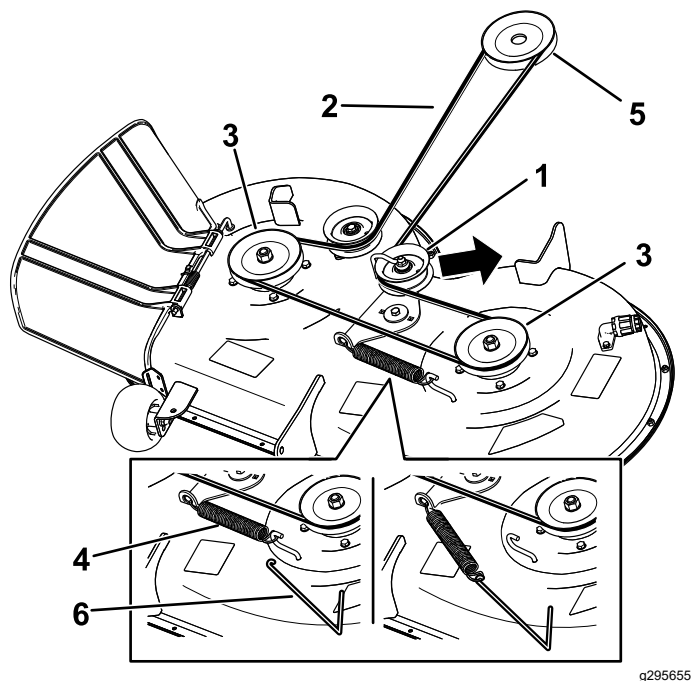

Figura 57
2. Șurub (3)
6. Utilizând un instrument de îndepărtare arcuri (nr. piesă Toro 92-5771), îndepărtați arcul rolei de ghidare din cârligul punii pentru a detensiona fulia rolei de ghidare și îndepărtați cureaua de pe fulii (Figura 57).
7. Amplasai cureaua nouă în jurul fuliilor motorului și ale mainii de tuns iarba (Figura 57).
8. Utilizând un instrument de îndepărtare arcuri (nr. piesă Toro 92-5771), montați arcul rolei de ghidare pe cârligul punii și tensionați fulia rolei de ghidare și cureaua mainii de tuns iarba (Figura 57).